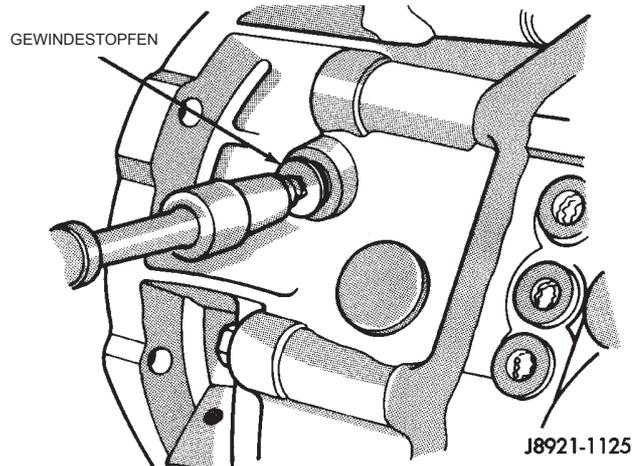

Abb. 20 Gewindestopfen der Sperrkugel ausbauen
(8) Den Gewindestopfen für die Sperrkugel des Schaltkopfs (Rückwärtsgang) lösen (Abb. 20).